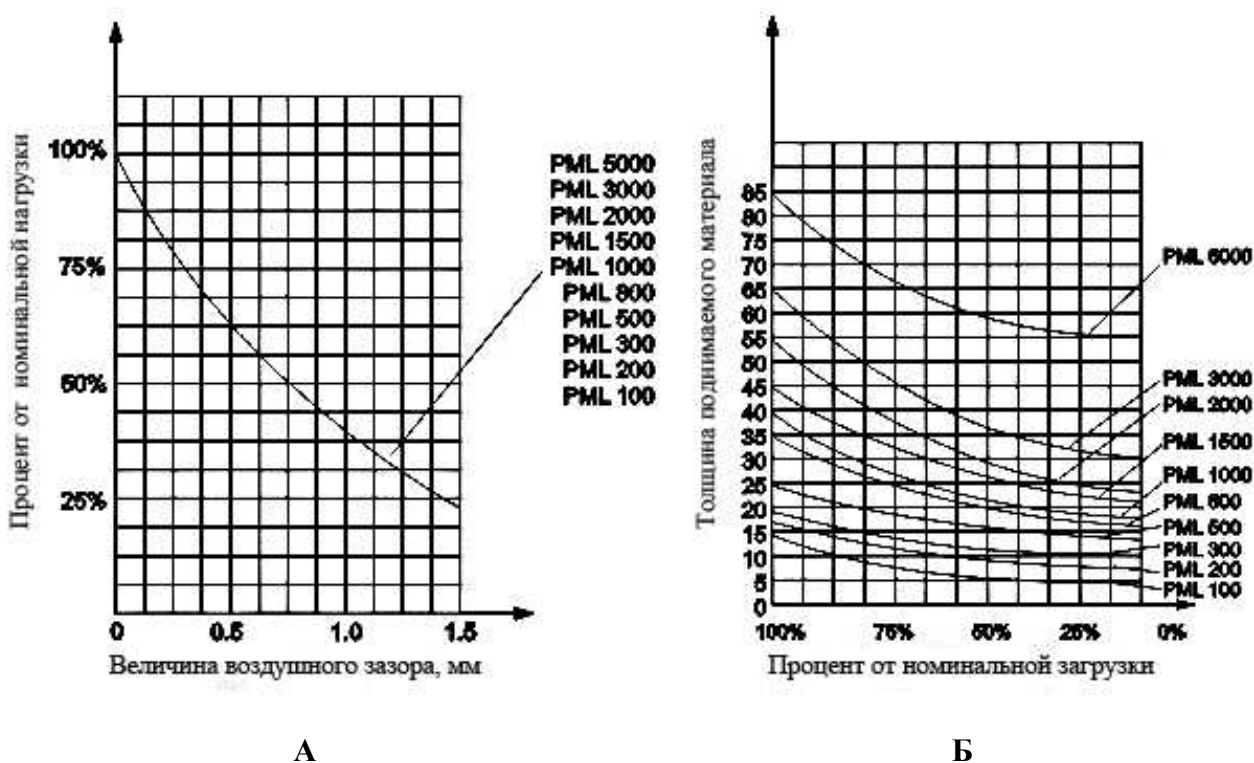

Рис. 2 Изменение грузоподъемности захвата от величины воздушного зазора (А); График изменения грузоподъемности захвата от толщины поднимаемого материала (Б);
- Эффективность магнитного захвата сильно уменьшается при увеличении расстояния между магнитной плитой и грузом, рис.2 А. Хороший контакт между поверхностями магнитного захвата и груза необходим для надёжного магнитного удержания груза. Для улучшения контакта, поверхность магнитной плиты и поверхность груза должны быть гладким и чистым насколько это возможно, воздушный зазор должен быть минимальным. Наличие на грузе краски, ржавчины, оксидной плёнки, смазки, льда, снега и т.п, увеличивают воздушный зазор, уменьшают площадь контакта и снижают
- Учитывайте толщину материалов перед подъемом и проверьте мощность магнитного захвата для подъема груза различной толщины, используя график на рис. 2Б.